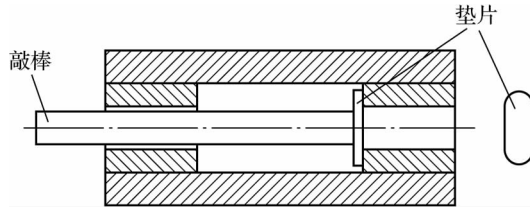

图 7-9 用矩形垫片和敲棒拆卸
(2) 用矩形垫片和敲棒拆卸。如图 7-9 所示,制作一个矩形的垫片,其宽度应能进入轴承或轴套的内孔中,长度必须大于内孔孔径,然后通过另一端插入敲棒,轻轻